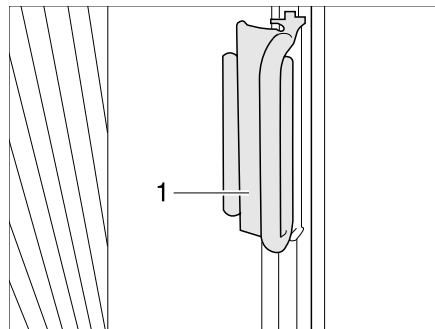

Bild 22 Verriegelung Faltverdunklung Fahrer-/Beifahrerfenster
- Die Faltverdunklungen für das Fahrerfenster und das Beifahrerfenster mit dem Griff (Bild 22,1) auf den Aufsatz schieben. Die Faltverdunklung ist gesichert.